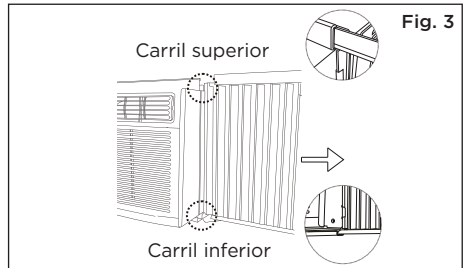

Fig. 3
- C. Una vez el panel está instalado en un lado del gabinete, asegúrese de que esté correctamente dentro del canal del marco con ajustes suaves. Deslice los extremos superior e inferior del marco en el carril del gabinete. Fig. 3.